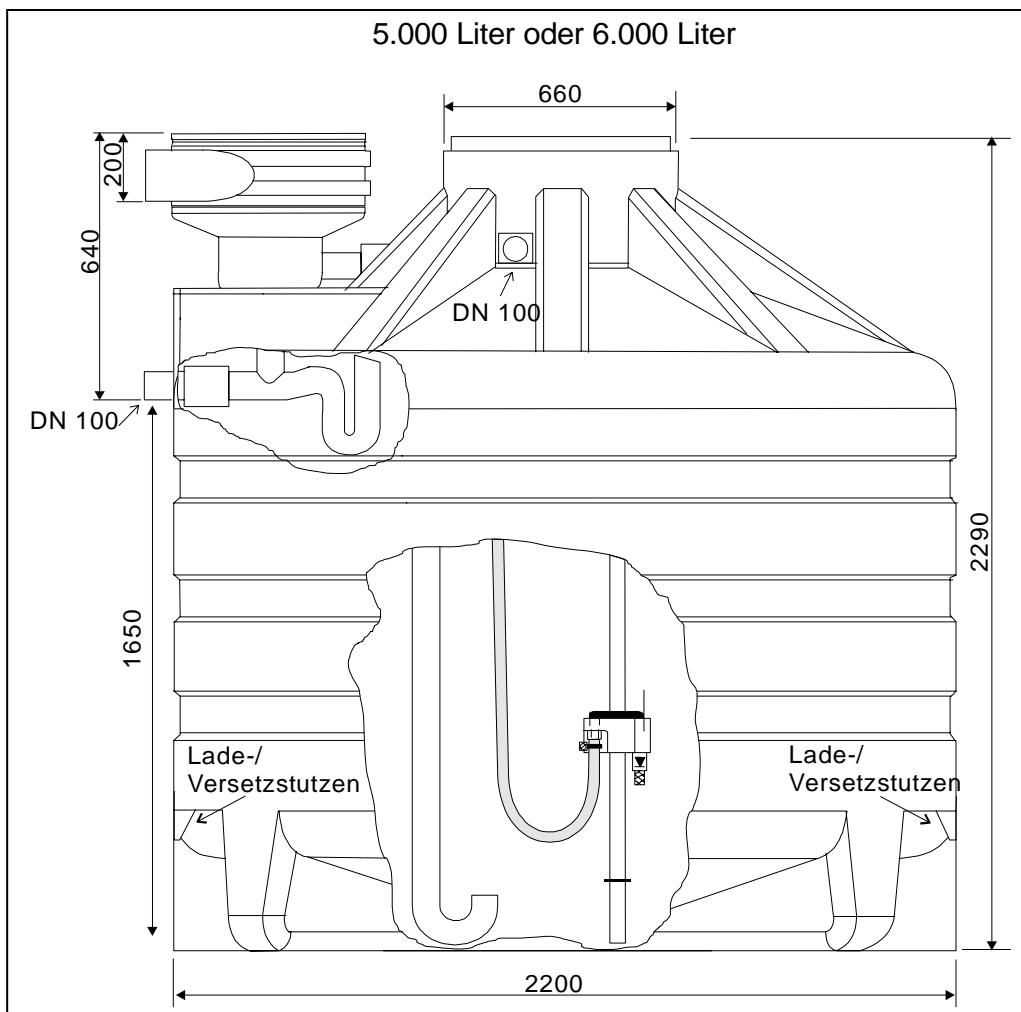

Bild 1: Abmessungen u. Bezeichnungen
1. Baugrube entsprechend der Tankgröße und Zulauftiefe herstellen (s. Bild 1). DIN 4124 beachten.
3. Mit den 3 Lade-/Versetzstützen (siehe Bild 1) im unteren Bereich des Tanks, lässt sich der Tank, unter Verwendung einer Dreipunktlastaufnahme (siehe Bild 3), mit dem Kran laden bzw. versetzen.